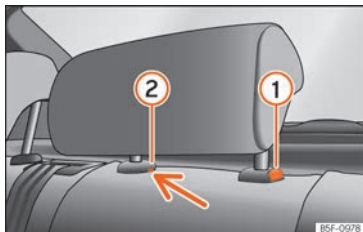

Abb. 150 Hintere Kopfstütze in der Mitte: Entriegelungsstelle.
- Zum Einstellen der Kopfstütze auf eine niedrigere Höhe die Taste » » **Abb. 150** ① drücken und die Kopfstütze nach unten schieben.